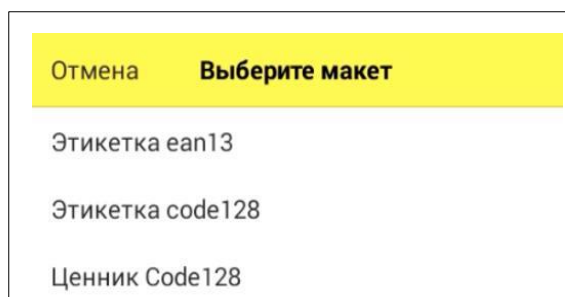
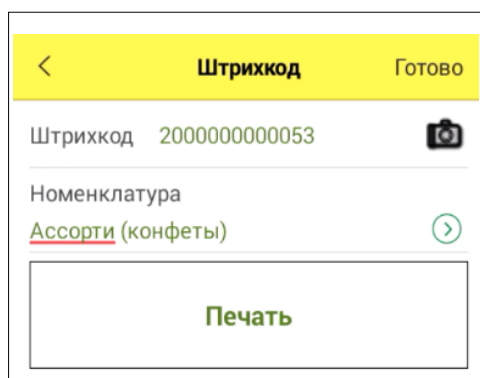

Рис. 2.13 – Выбор макета печати штрихкода
Рис. 2.14 - Печать из раздела «Штрихкоды»
- ✓ создавать различные этикетки для номенклатуры и документов (Рис. 2.14, Рис. 2.13). **Подробнее о настройках печати и подключении Bluetooth принтера описано в пункте 2.5.**